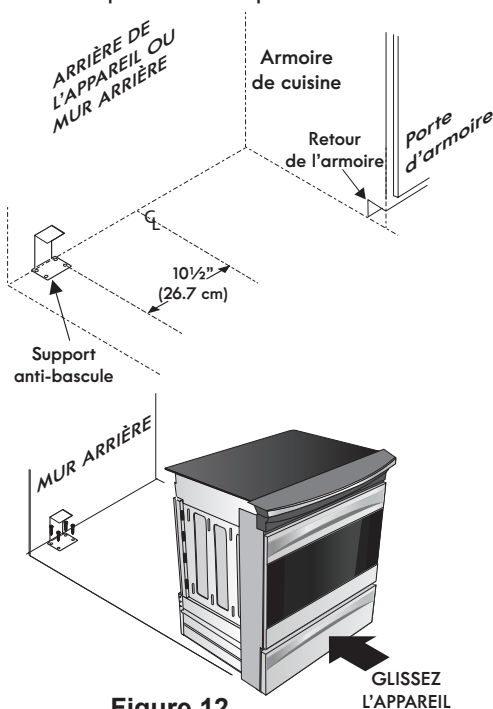

Figure 12
2. Dépliez le gabarit de papier et placez-le à plat sur le plancher, l'avant et les extrémités des côtés exactement sur la ligne préalablement tracée (utilisez le diagramme ci-dessous pour localiser le support anti-bascule si le gabarit de papier n'est pas disponible (Figure 12)).